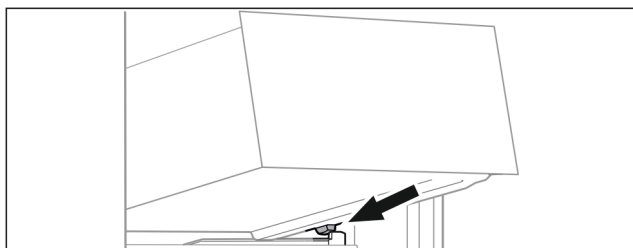

Fig. 98
- ▶ Założyć szufladę pod skosem za stoperami na żebro pojemnika. (patrz Fig. 98)